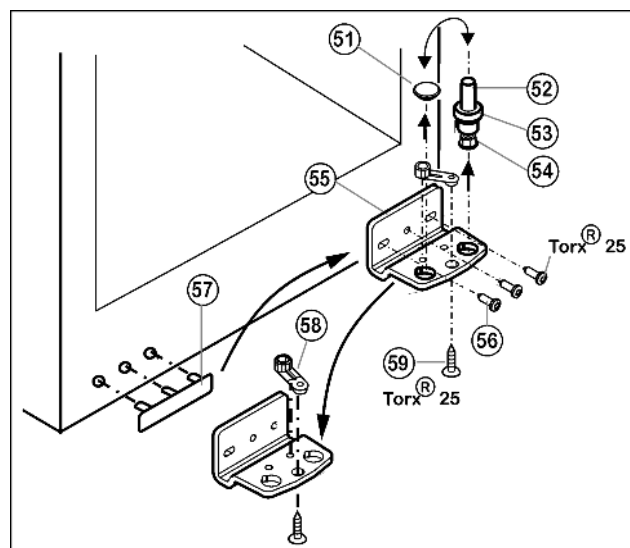

Fig. 8
- ▶ Togliere completamente il perno di supporto Fig. 8 (52) con lo spessore Fig. 8 (53) e il piedino di regolazione Fig. 8 (54), estrarre tirando verso l'alto.
- ▶ Togliere il tappo Fig. 8 (51).
- ▶ Svitare il blocco di supporto Fig. 8 (55).
- ▶ Svitare l'elemento di supporto Fig. 8 (58) e spostarlo nel foro di alloggiamento opposto del blocco di supporto, serrarlo nuovamente.
- ▶ Staccare la copertura lato maniglia Fig. 8 (57) facendo attenzione e spostarla sul lato opposto.
- ▶ Fissare nuovamente il blocco di supporto Fig. 8 (55) sul nuovo lato cerniera, eventualmente servendosi di un avvitatore a batteria **a 4 Nm**.
- ▶ Inserire nuovamente il tappo Fig. 8 (51) nell'altro foro.
- ▶ Inserire nuovamente il perno di supporto Fig. 8 (52), con lo spessore e il piedino di regolazione. Prestare attenzione in modo l'arresto sia rivolto verso il dietro.
- ▶ Appoggiare la porta dall'alto sul perno di supporto Fig. 8 (52).
- ▶ Eventualmente allineare la porta sopra le due asole nel blocco di supporto in basso Fig. 8 (55) e nel blocco di supporto al centro Fig. 8 (55) in linea con l'involucro dell'apparecchio. Svitare la vite centrale nel blocco di supporto in basso Fig. 8 (55).